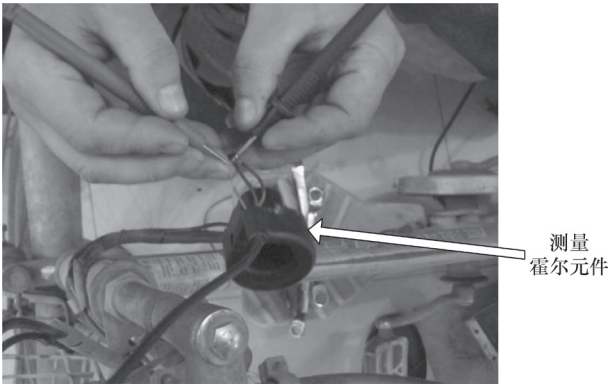

图 7-10 测量调速转把电源电压
2) 然后，测量调速（如图7-10所示）转把和闸把开关的电源电压为5V，表明控制器正常。